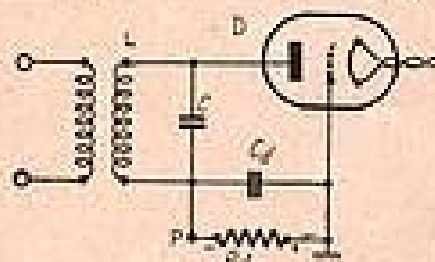

FIG. XII-1
a) le montage dit série, parce que la résistance de détection  $R_d$  est en série avec la diode D (voir fig. XII-1);